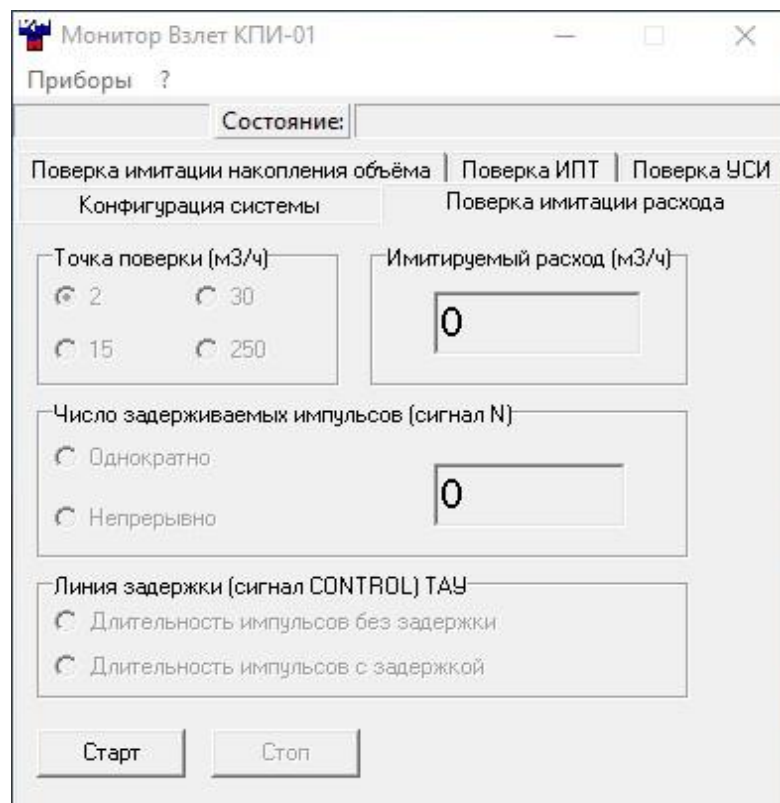

Рис.16 Вид вкладки «Поверка имитации расхода».
- 4.7.4.1.2. Для определения относительной погрешности воспроизведения расхода выбирается вкладка **Поверка имитации расхода** (рис.16). Последовательно задается три значения расхода: 15 м³/ч, 30 м³/ч и 250 м³/ч (значение расхода выбирается с допуском ± 10 %).